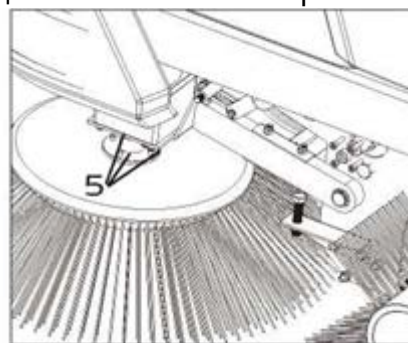

Рис.9
- Открутите винт 5 (Рис.9) и снимите боковую щетку;